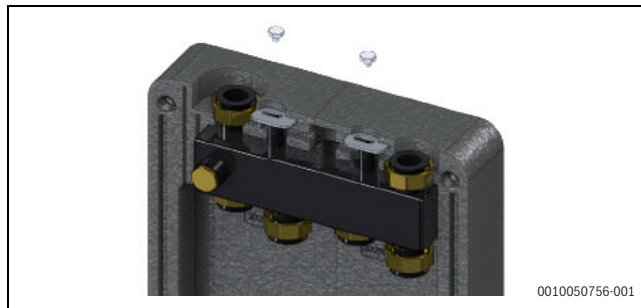
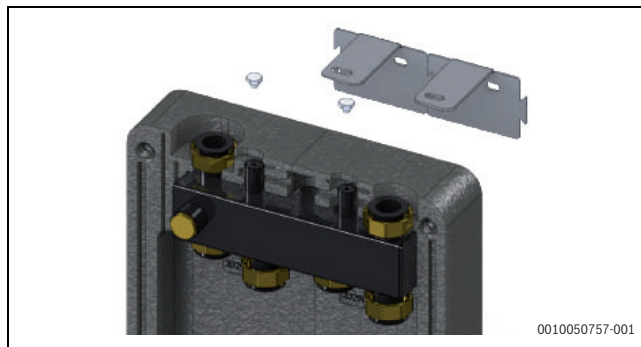

Fig. 311 Rimuovere le viti
Fig. 312 Rimuovere il supporto a parete
2. Utilizzando una chiave svitare e rimuovere le viti (→ Fig. 311). Rimuovere quindi i supporti a parete (→ Fig. 312).